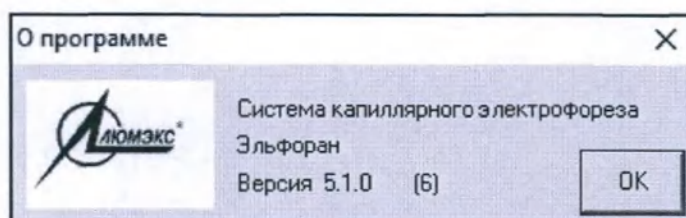

Рисунок 9 – Сведения о версии программного обеспечения
- **О программе ...** – при его выборе выводятся сведения о версии программного обеспечения (рисунок 9).